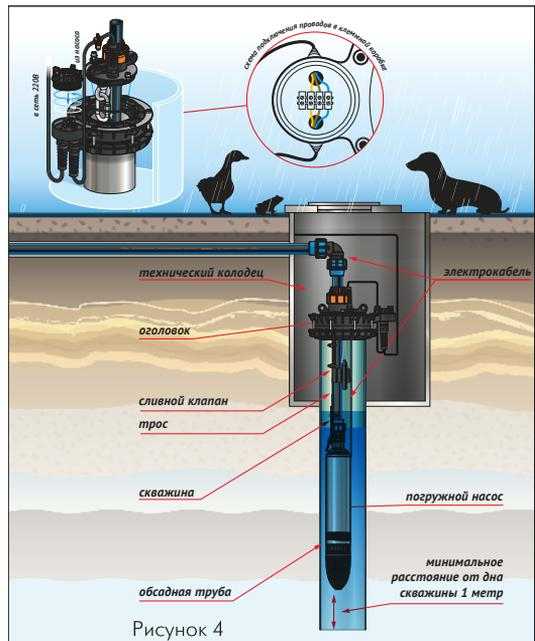

Рисунок 4
- Коммутация сетевого кабеля и электрического кабеля производится по схеме (рисунок 4).
| 4. Не поступает напряжение на насос. | 4.1. Отсутствие напряжения в сети. 4.2. Контакты в клеммной коробке не соединены. | 4.1. Проверить напряжение в сети. 4.2. Соединить контакты в клеммной коробке (рисунок 4). |